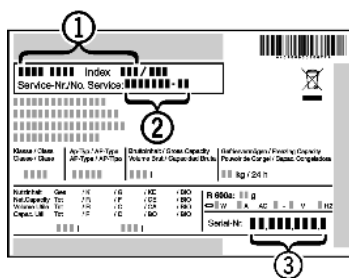

Fig. 15
- ▶ A készülék megnevezését Fig. 15 (1), a szerviz- Fig. 15 (2) és sorozatszámot Fig. 15 (3) a típustábláról olvassa le. A típustábla a készülék belsejében baloldalon található.
- ▶ Értesítse a vevőszolgálatot a hibáról, és adja meg nekik a készülék megnevezését Fig. 15 (1), a szerviz- Fig. 15 (2) és a sorozatszámot Fig. 15 (3).